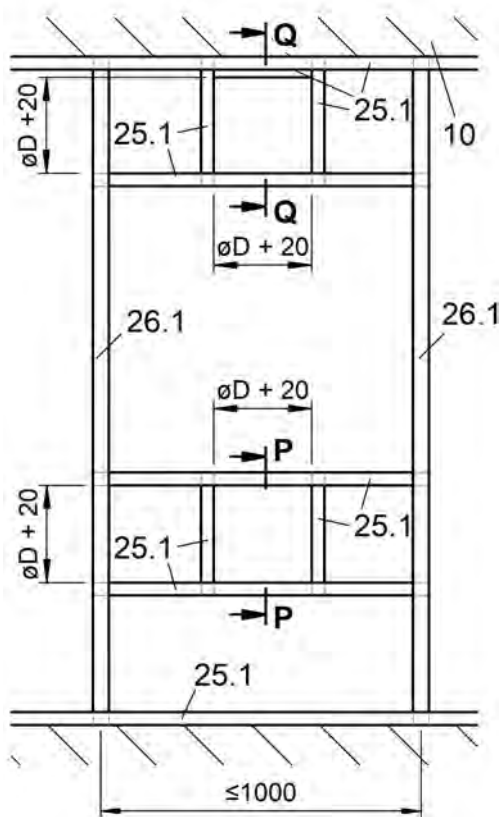

Abbildung 64: Metallständerwerk mit erforderlichen Auswechslungen für Trockeneinbau mit Anbaurahmen AR
- Metallständerwerk und Wand gemäß den Angaben des Wandherstellers herstellen und Auswechslungen entsprechend der Abbildung 64 vorsehen.
- Metallständerwerk und Wand gemäß den Angaben des Wandherstellers herstellen und Auswehlungen entsprechend der Abbildung 64 vorsehen.